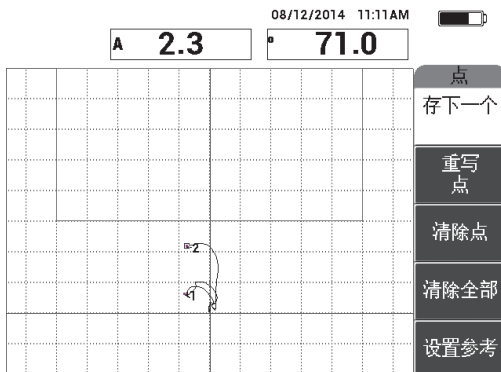

图 6-41 记录的第二个点
7. 慢慢地在第二个脱粘缺陷上滑动探头，然后按**存下一个**（**A**键），记录第二个点（参见第 141 页的图 6-41）。